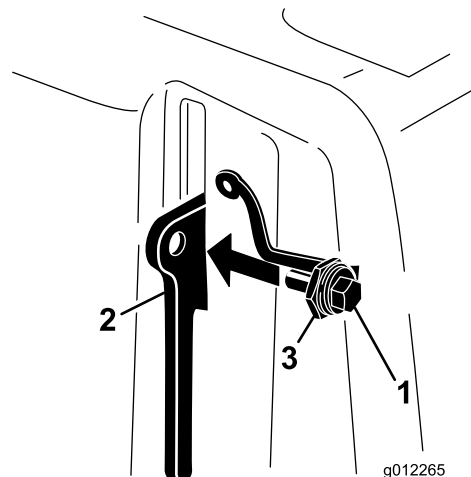

Bild 18
3. Schrauben Sie die Schraube in die Hebelklinke (Bild 18).